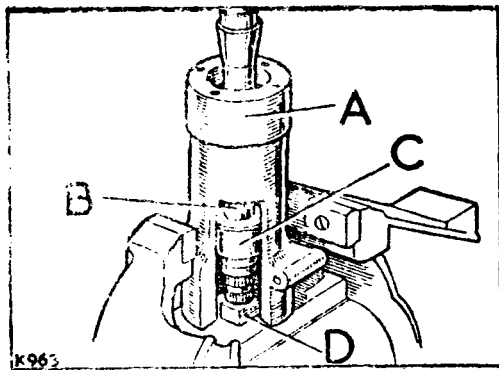

Fig. G1-73.- Caja compensadora, eje y taco de apoyo en su posición correcta.
- 3.4.- Sujetar el conjunto de la caja y eje, con el extremo inferior hacia arriba, en un tornillo de banco, situado en un taco de 3/4" (19 mm). D (Fig. G1-73), debajo del extremo inferior del eje, B.